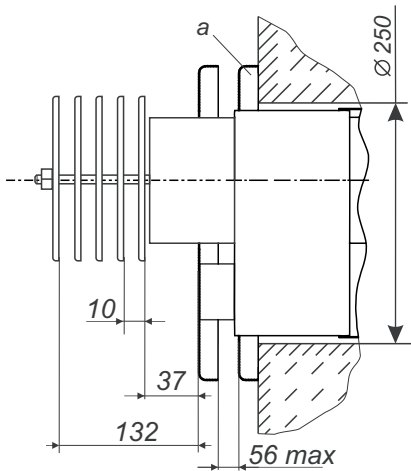

Рис. 3. Установка дисков дымовоздушного блока для изделий мощностью 10-15 кВт.
1 - входной патрубок подвода воды во второй контур; 2 - газовой клапан; 3 - термоиндикатор; 4 - стаканчик для установки баллона терморегулятора и термоиндикатора; 5 - датчик перегрева; 6 - выходной патрубок второго контура; 7 - патрубок подключения газа; 8 - дымовоздушный блок (подробнее рис.3, 5, 5а); 9 - патрубок отвода воды в систему отопления; 10 - место установки ТЭНа (ТЭН в комплектацию котла не входит); 11 - патрубок подачи воды из системы отопления; 12 - смотровое окно; 13 - запальная горелка; 14 - основная горелка
6.3.1. В наружной стене здания, согласно рис. 2, пробить горизонтальный канал диаметром 190 мм для изделий мощностью 5-7 кВт или 250 мм для изделий мощностью 10-15 кВт (рис. 3, 5). При этом необходимо учитывать, что для обеспечения установки и снятия котла, а также для снятия и установки газогорелочного устройства перед фронтом котла на расстоянии **не менее 1 м от стены** не должно быть никаких строительных элементов или стационарно установленного оборудования.
Для изделий мощностью 10-15 кВт на выступающий газоход наружный установить набор дисков, закрепить диск "а" к наружной стене и отрегулировать их (рис.3).